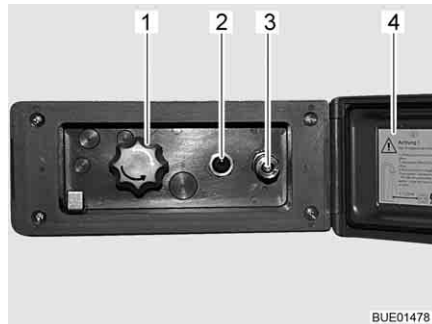

Bild 154 Duschanslutning utsida
- Lås upp och öppna locket (Bild 154,4).
- Anslut ytterduschens slang med snabbkopplingen (Bild 154,3).
- Koppla in vattenpumpen med brytaren (Bild 154,2).
- Ställ in vattentemperaturen enligt önskemål med vredet (Bild 154,1).
- Koppla ur vattenpumpen med brytaren (Bild 154,2).
- Stäng locket (Bild 154,4) och lås det med nyckeln.
- Ställ vredet (Bild 154,1) på mittläget.